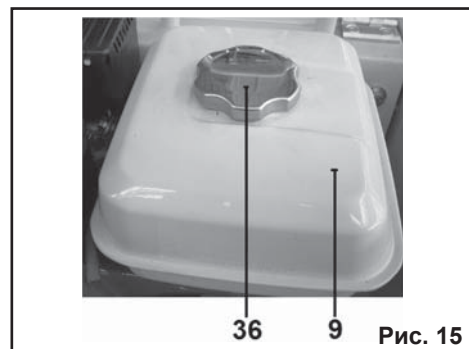

Рис. 15
8.3. Заправка топливом (Рис. 15)